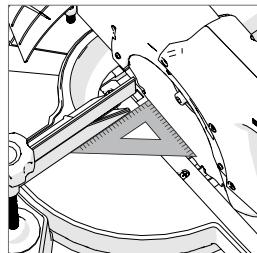

図18
- 三角定規(あるいは曲尺など)をガイドフェンス面とブレード面にあてて精度を点検します。**(図18)**